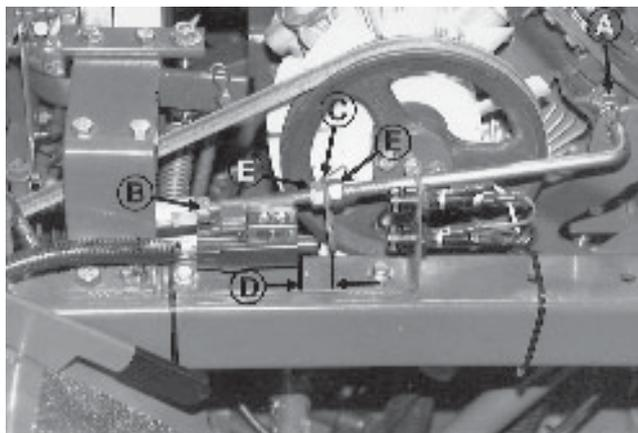

Fig.12
### H - EINRÜCKSTAB DES ANTRIEBS - RIEMENSPEANUNG (Abb.12)
### I - ANTRIEBSSCHALTER (Abb.12)
### J - POSITION DES ANTRIEBSHEBELS (Abb.12 & 13)
2. Rücken Sie den Antrieb aus. Der Antriebshebel sollte in Richtung des Fahrers gezogen werden, bis der Antriebsriemen anhält, und der Hebel in der hinteren Position bleibt. Nehmen Sie die Einstellung bei den Punkten "B" Abbildung 12 und "A" Abbildung 13 vor. Damit wird der Mitteleanschlag eingestellt, so daß der Antrieb ausgerückt ist, und der Hebel nach hinten zeigt.